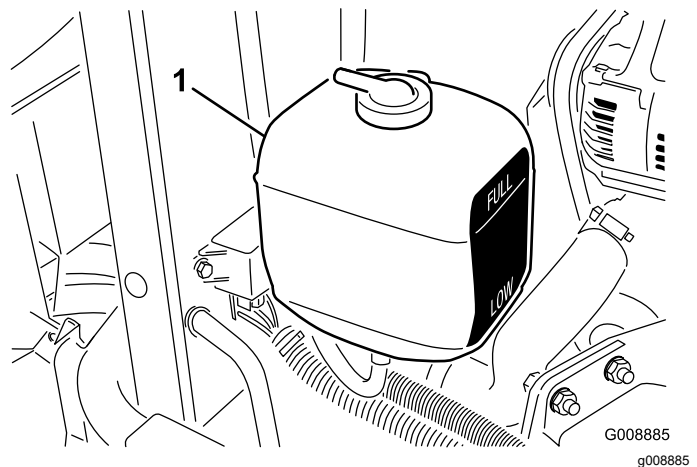

Figura 29
1. Compruebe el nivel de refrigerante del depósito de expansión (Figura 29). Con el motor frío, el nivel del refrigerante debe estar aproximadamente en el punto medio entre las marcas del lateral del depósito.